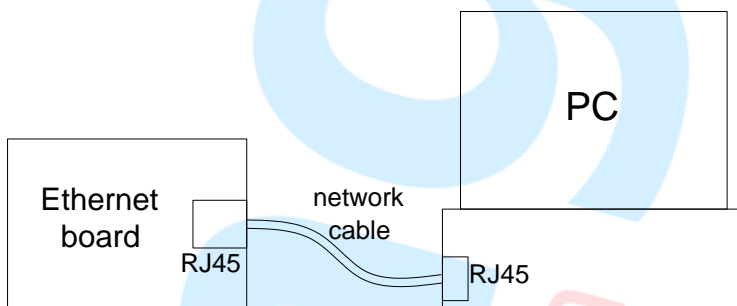
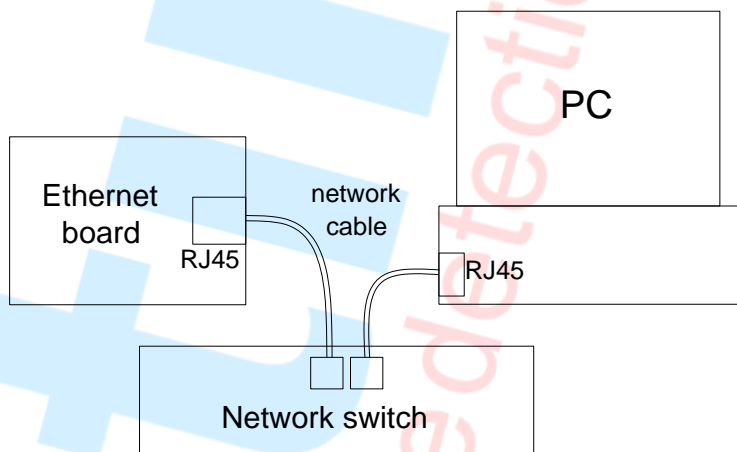

FIG.2
FIG.3
- Antes de configurar a placa ethernet, prepare um PC com o sistema Windows, tanto a placa ethernet como o PC conectados ao mesmo ethernet. Você também pode constituir uma rede independente como o método de conexão FIG.2 ou FIG.3.